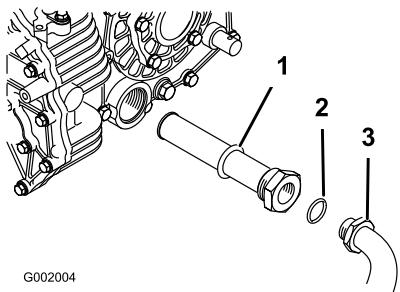

Figura 68
- Togliete il flessibile idraulico ed il connettore a 90° (Figura 68).